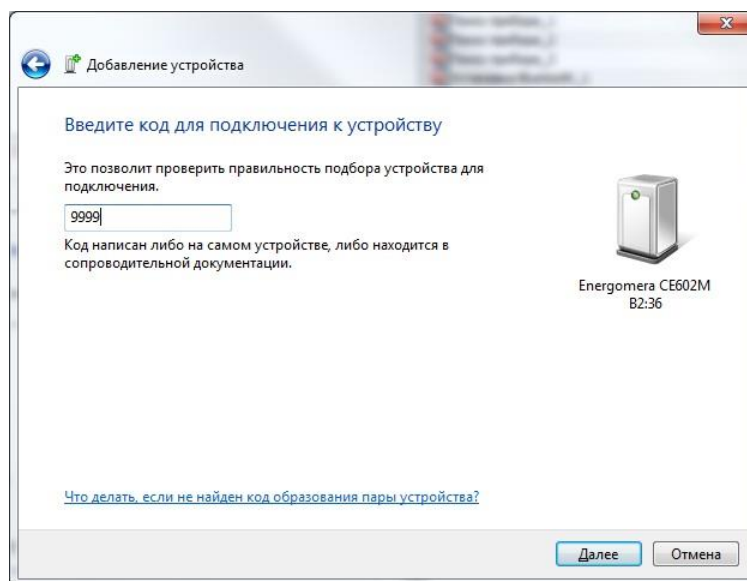

Рисунок 3.13 – «Ввод кода для подключения к устройству».
- в появившемся окне (рисунок 3.13) ввести код для подключения к прибору: 9999 или 0000 (если не подходит первый ключ, используйте второй), и нажать кнопку «Далее». Это действие необходимо выполнить только при первоначальном связывании прибора и ПК;